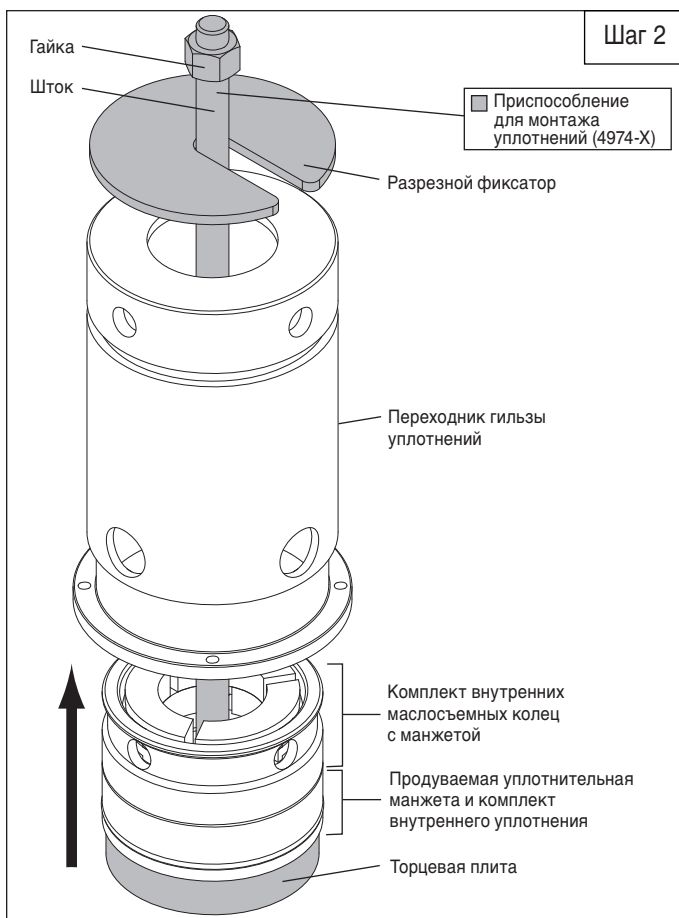

Рис. 4.6D. Установка уплотнений
- c. Сориентировать переходник гильзы уплотнений таким образом, чтобы открытая сторона (сторона цилиндра) была обращена вниз. Соблюдая осторожность, чтобы не сместить комплект внутреннего уплотнения, ранее помещенный на торцевую плиту инструмента, поместить переходник гильзы уплотнений над комплектом внутреннего уплотнения и торцевой плитой инструмента таким образом, чтобы шток инструмента проходил сквозь переходник гильзы уплотнений. Поместить разрезной фиксатор над переходником гильзы уплотнений, как показано на Рис. 4.6D.